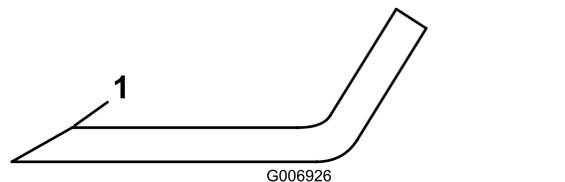

Figura 69
- Inspeccione los filos de todas las cuchillas; si están romos o tienen mellas, afílelos; afíle únicamente la parte superior del filo y mantenga el ángulo de corte original para asegurar un afilado correcto (Figura 69).